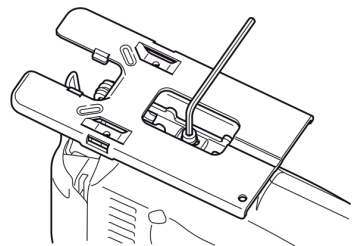

Рис. 5
- Отвинтите винт снизу основания с помощью шестигранного ключа, установите необходимый угол, согласно значениям, указанным на шкале, зафиксируйте в нужном положении и закрутите винт - Опорная плита зафиксирована, необходимый угол установлен. (Рисунок 5)